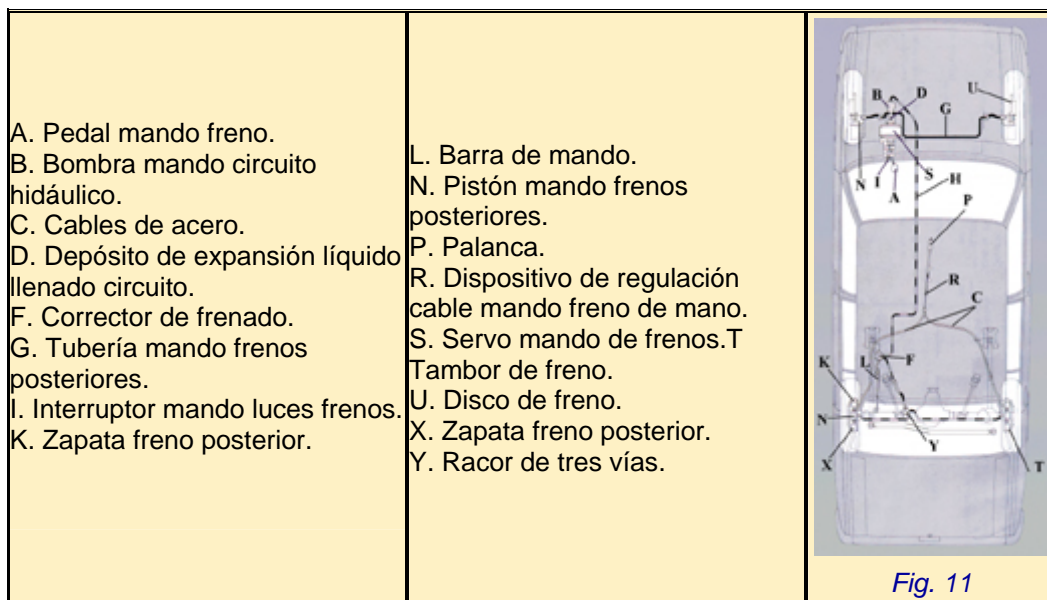

Fig. 11
Descripción (figs. 11 y 12)
Consiste en un mecanismo de freno mecánico (**fig. 11**), llamado freno de mano o estacionamiento, accionado desde el interior del vehículo por medio de la palanca (**P**) de forma que, una vez fijado el mando, las ruedas queden bloqueadas para evitar el movimiento del vehículo. Este mecanismo se aplica, generalmente, a las ruedas traseras y cuando el vehículo esté inmovilizado.
- **Sistema hidráulico (fig. 11)**